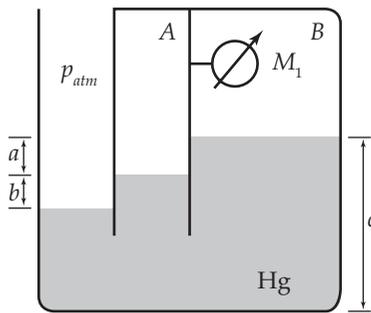

Figura Ep1.33
**Ep1.33** Nas câmaras A e B da Figura Ep1.33, tem-se ar. Sabe-se que a densidade